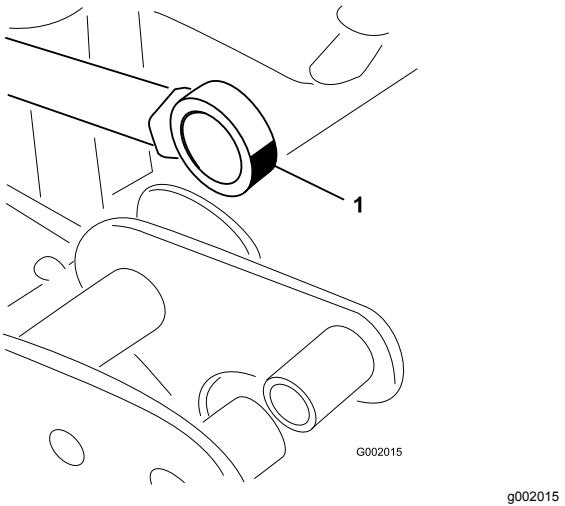

**Figura 66**
2. Staccate la coppia dal perno con testa (Figura 66).
3. Sollevate la sezione, rimuovete il perno con testa e lentamente abbassate a terra la sezione (Figura 66).
7. Supportando la sezione di irrorazione, inserite il perno con testa attraverso il perno della barra e l'asta dell'attuatore (Figura 66).